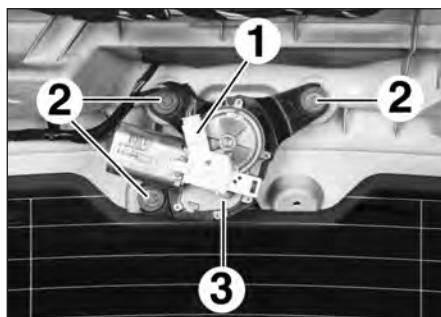

FIG.128
- Débrancher le connecteur (1) (Fig.128).
- les vis (2),
- le mécanisme d'essuie-vitre (3).